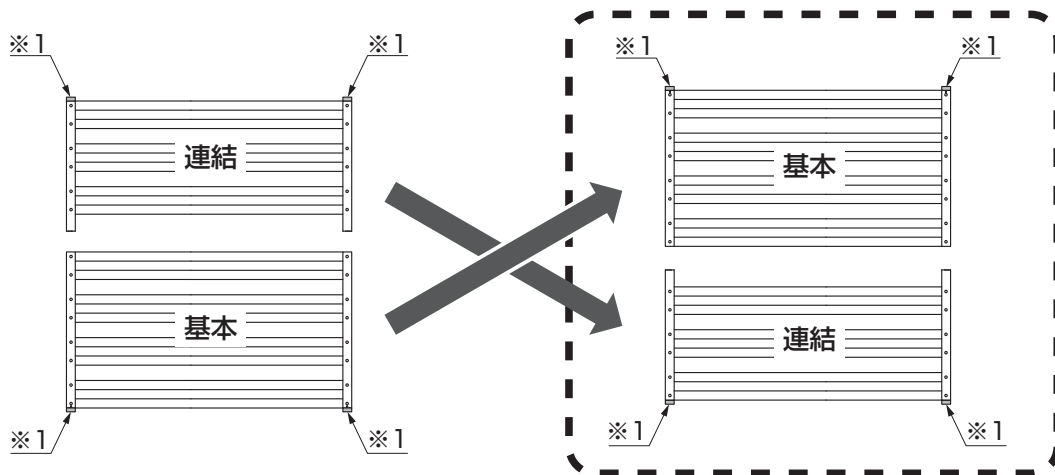

図5-5 基本(1枚)+連結の場合
- 連結パネルは取付け位置を反転させて取付けも可能です。(図5-5参照)